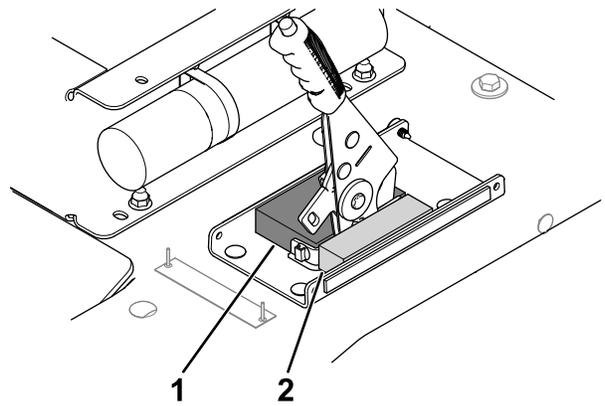

**Figura 13**
1. Retire las grapas que sujetan la cubierta del freno al suelo (Figura 13)
9. Instale la cubierta del freno con las 2 grapas que retiró anteriormente (Figura 13).